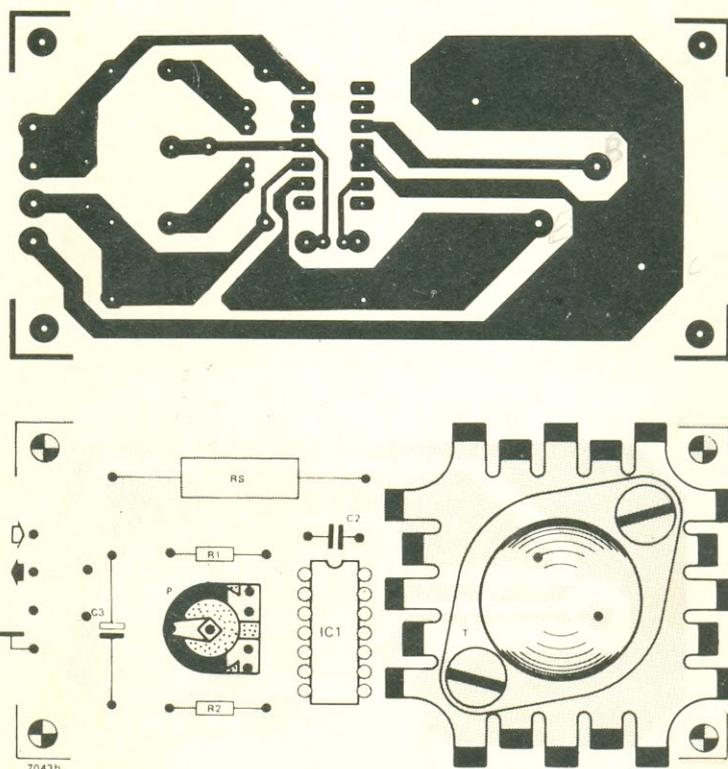

figura 15 – Traçado e disposição dos componentes da placa destinada ao regulador universal de 7 a 37 V (veja a figura 5).
– razão pela qual estamos sugerindo a confecção de uma placa de circuito impresso para esses casos (figura 15). Os valores dos componentes podem ser encontrados na tabela 3 ou por meio das equações fornecidas ao longo do artigo. Ao montar e utilizar esse circuito deve-se levar em conta os seguintes pontos: